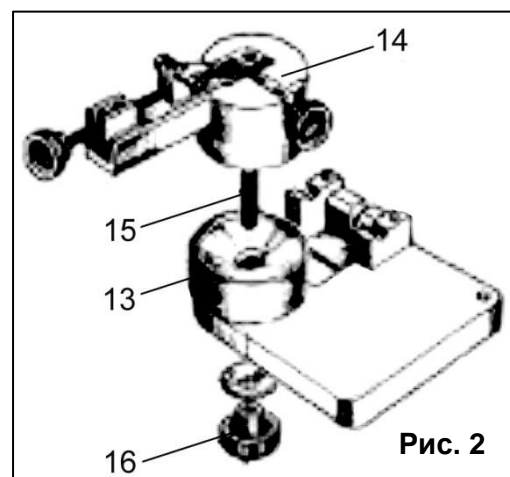

Рис. 2
Перед началом работы его необходимо собрать, как показано на рис. 2.
- Установите основание (13) (См. Рис.2) на твердую и ровную поверхность верстака таким образом, чтобы фиксатор (15) рабочего стола (14) (См. Рис 2) выступал за край верстака и обеспечивалась возможность доступа к нему при регулировке угла заточки (вправо/влево).
- Вставьте установочный винт (15) рабочего стола, в отверстие в основании и закрепите его фиксатором (16) (См. Рис.2). После чего установите станок в направляющие пазы в основании так, чтобы